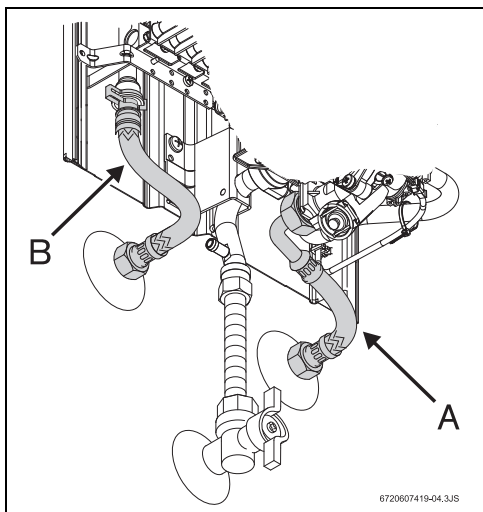

Рис. 13 Подключение подачи воды
- ▶ Следить за тем, чтобы при подключении не перепутать место подсоединения водопровода холодной воды (рис. 13, [поз. А]) не поставляется с оборудованием) с местом подсоединения водопровода горячей воды (рис. 13, [поз. В]).